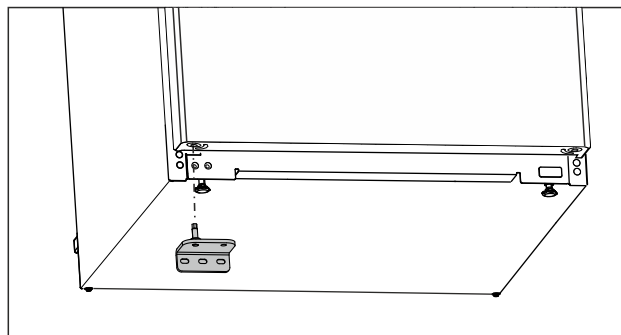

Fig. 24
- ▶ Inserire il blocco inferiore di supporto sul lato opposto. (vedere Fig. 24)